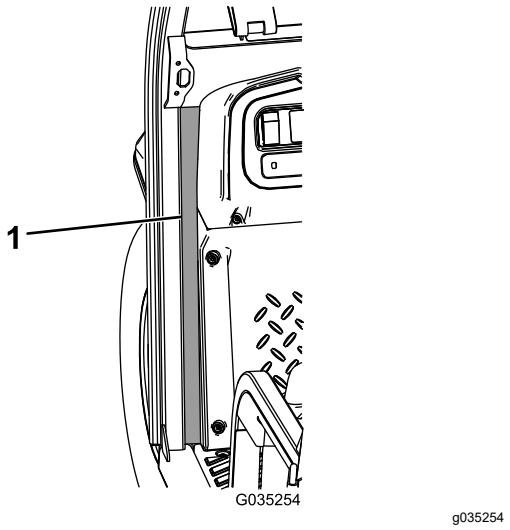

Figure 15
- Retirez la pellicule protectrice au dos des joints en mousse droit, avant et gauche, et collez les joints sur la machine (Figure 15).